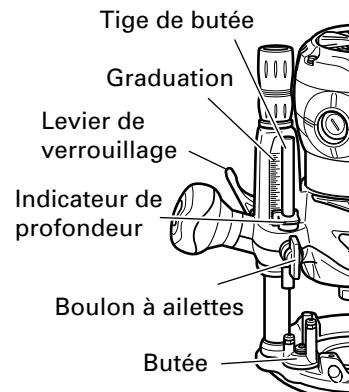

Fig. 4
1. Réglage de la profondeur de coupe (Fig. 4)